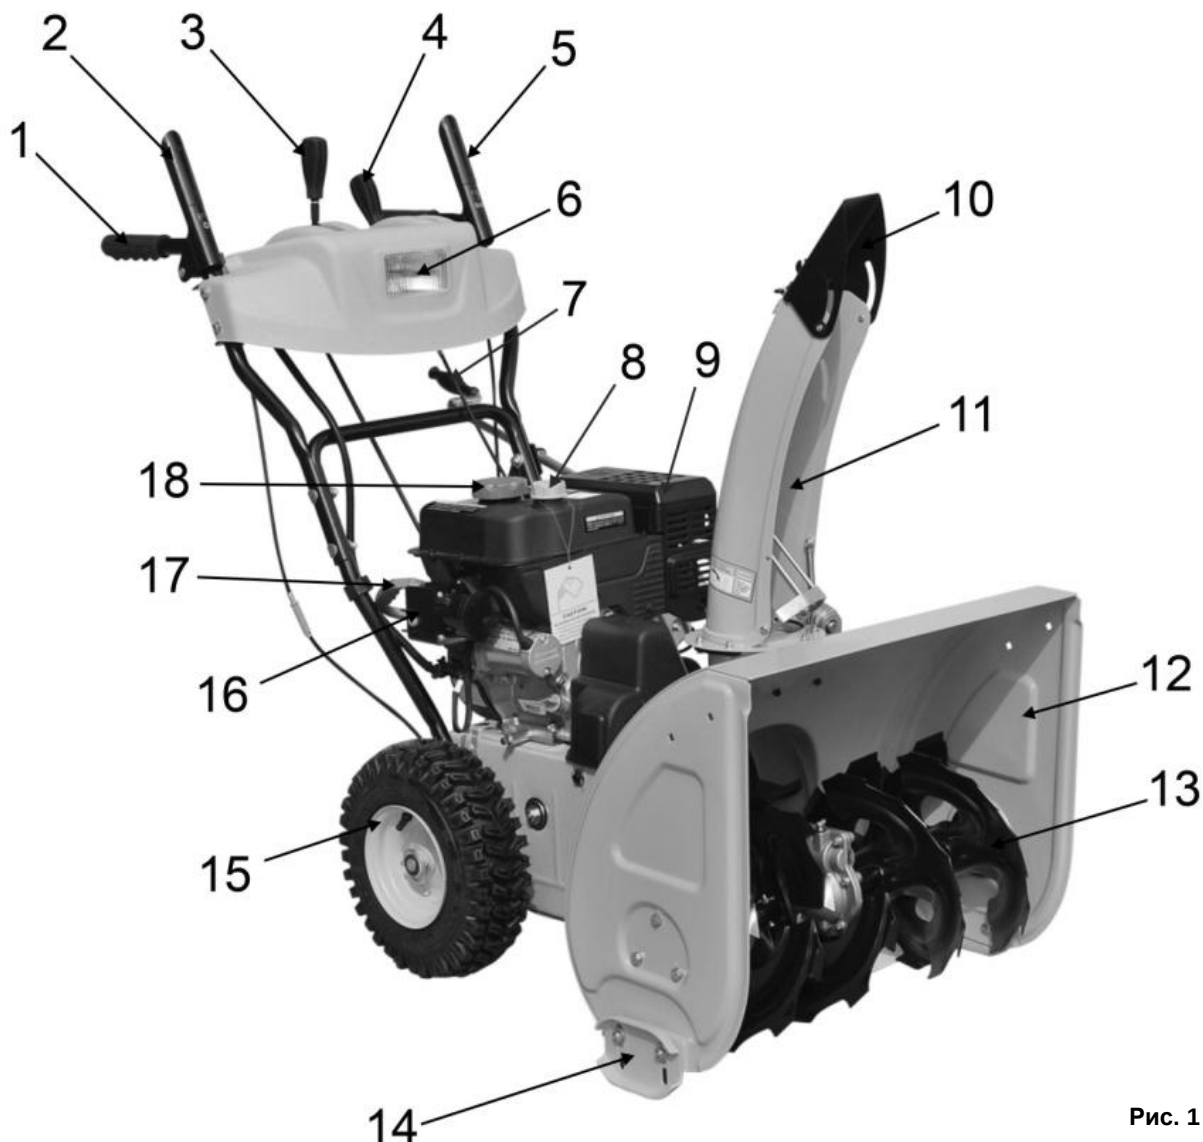

Рис. 1
- Снегоуборщик вращением лопастей шнека (13)(См. Рис.1) убирает снежный покров с ровных площадей, и через снегоотвод (11) выбрасывает его в выбранную сторону.
- Шнек (13)(См. Рис.1) - винтовой механизм в виде стержня с наклонными лопастями, приводимый в действие двигателем. Шнек захватывает, и транспортирует снежную массу внутрь снегоуборщика на вращающуюся крыльчатку (импеллер), далее снежная масса выбрасывается в необходимую сторону (влево или вправо), через поворачиваемый желоб (снегоотвод).
- Выбор направления отвода снега устанавливается вручную поворотом рукоятки (7)(См. Рис.1).
- Снегозаборник (12)(См. Рис.1) служит для захвата снега и направления его потока в рабочую зону снегоуборщика (на шнек).
- Фара (6)(См. Рис.1) служит для освещения рабочей зоны в условиях недостаточной видимости.
Рычаг привода колес (2)(См. Рис.1; 2)
- При нажатии рычага привода колес (2), включается система привода, и снегоуборщик начинает движение.
- При отпускании рычага привода колес (2), привод отключается, и снегоуборщик прекращает движение.
Рычаг выбора направления и скорости движения (3)(См. Рис.1; 2)
- Для изменения режима (направления) самоходного движения снегоуборщика используйте рычаг (3)(См. Рис.1; 2).
- Для изменения режима (направления) движения после остановки снегоуборочника переведите рычаг (3)(См. Рис.1; 2) в соответствующее выбранному режиму положение.
- Для изменения скорости движения снегоуборочника плавно переместите рычаг (3)(См. Рис.1; 2) в сторону увеличения либо уменьшения оборотов.
Рычаг изменения дальности выброса снега (4)(См. Рис.1; 2)
- Рычаг (4) изменят положение угла наклона дефлектора (отражателя) снегоотвода
- Для регулировки дальности выброса снега установите рычаг (4)(См. Рис.1) в требуемое положение.
Рычаг привода шнека (5)(См. Рис.1; 2)
- При нажатии рычага привода шнека (5), включается система привода, и лопасти шнека (13)(См. Рис.1) начинают вращение.
- Установите желоб снегоотвода (11)(См. Рис.1) на выпускной канал импеллера.
- Совместите витки спирали рукоятки поворота снегоотвода (7)(См. Рис.1; 5) с прорезями фланца желоба.
- Установить в отверстие на рычаге управления (2; 4)(См. Рис.1) верхний Z-образный конец троса (22)(См. Рис.6).